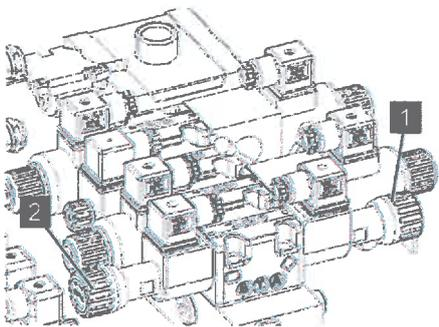

Abb. 86: Funktion aktivieren
8. Für den **Stützenbetrieb** das Ventil (Abb. 86/1) im Uhrzeigersinn bis zum Anschlag eindrehen.
Für den **Bühnenbetrieb** das Ventil (Abb. 86/2) im Uhrzeigersinn bis zum Anschlag eindrehen.
*Immer nur ein Ventil (Abb. 86/1 oder 2) eindrehen. Das andere muss immer herausgedreht sein.*